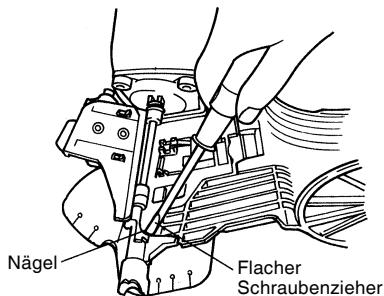

Abb. 19
- (2) Entfernen Sie den verklemmten Nagel mit einem flachen Schraubenzieher. (Abb. 19)